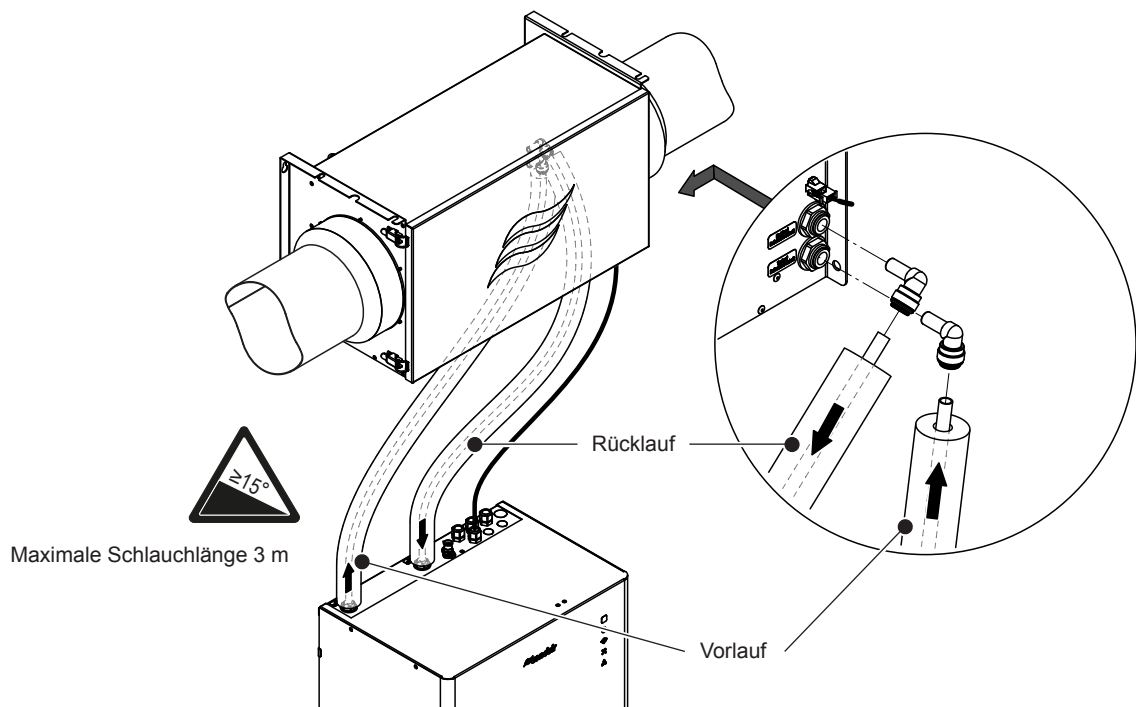

Abb. 17: Schlauchverbindungen
3. Schliessen Sie den Vor- und Rücklaufschlauch gemäss Abb. 17 an den entsprechenden Anschlüssen der Hydraulikeinheit und der Befeuchtereinheit an. Verwenden Sie dazu, falls nötig, die mitgelieferten Winkelverbinder.